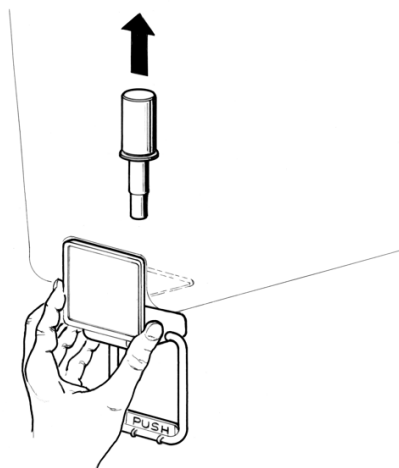

figura 4
**6 Grifo en acero inox por gravedad:** Sacar el pisón y desmontar la palanca mando grifo (ver figura 4).